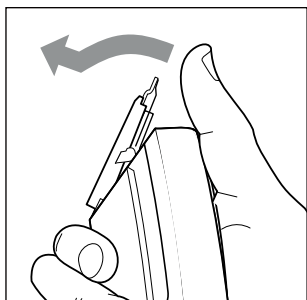
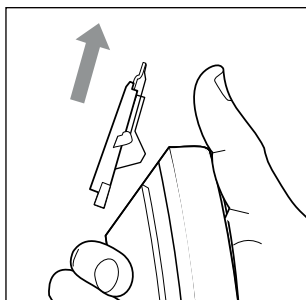

Fig. 8
Fig. 9
- 1) Per prima cosa spingere via con il pollice la testina di taglio **1** dall'apparecchio (vedere fig. 8). Poi estrarre la testina di taglio **1** dall'apparecchio tirandola verso l'alto (vedere fig. 9).